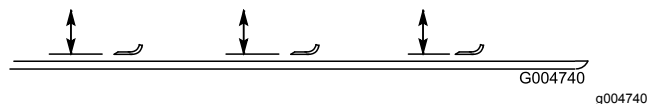

Figure 143
4. Tournez la lame dans le sens longitudinal et mesurez la distance entre l'intérieur du plateau de coupe et le tranchant à l'avant de la lame (Figure 143).